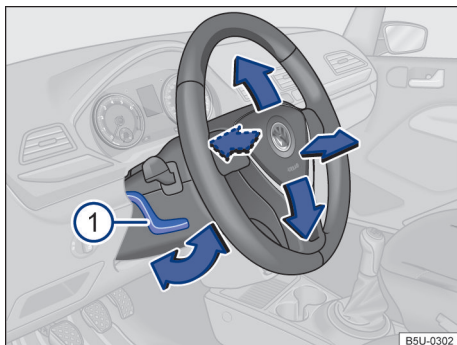

Fig. 55 Debajo y a la izquierda del volante junto con el revestimiento de la columna de dirección: palanca de ajuste de la posición del volante.
- Empujar la palanca → **fig. 55** ① hacia abajo y colocar el volante en la posición deseada.